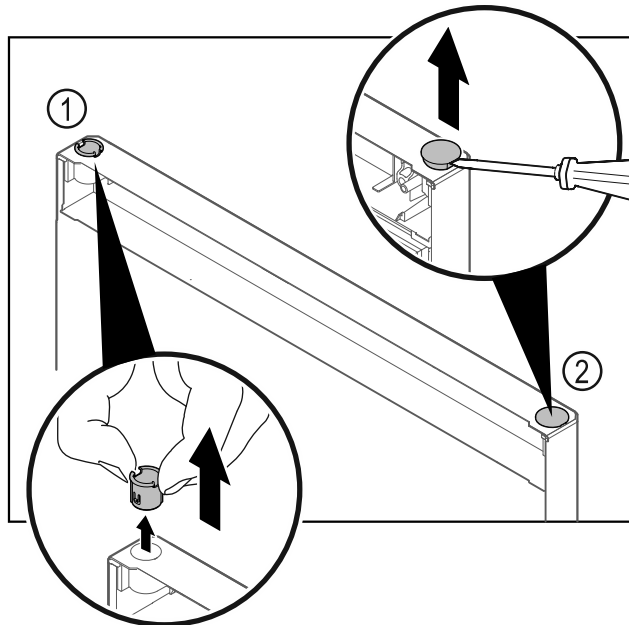

Fig. 21
- ▶ Estrarre la boccola cerniera Fig. 21 (1) con le dita.
- ▶ Con un cacciavite a testa a intaglio sollevare con cautela il tappo Fig. 21 (2) ed estrarlo.